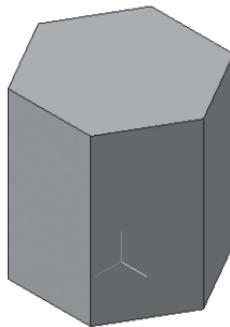

Рис. 130. Шестиугольная призма
- На Инструментальной панели Вид выберите команду **Полутоновое, Полутоновое с каркасом** (рис. 130).